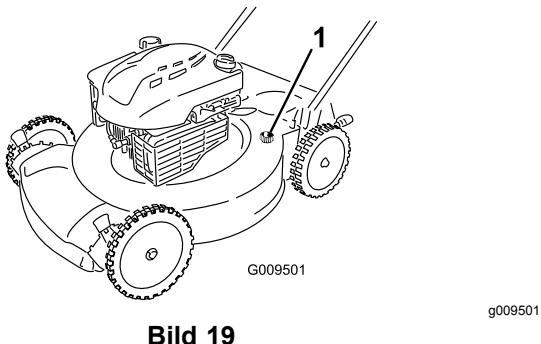

Bild 19
- Befestigen Sie einen Gartenschlauch, der an einen Wasserhahn angeschlossen ist, am Wasseranschluss (Bild 19).